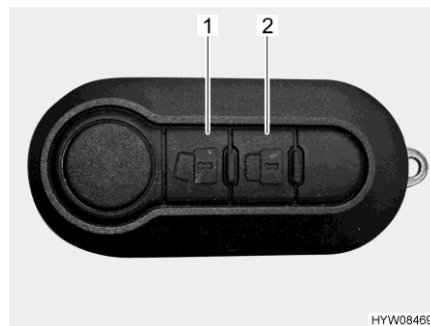

Bild 32 Fernbedienung (Zentralverriegelung)
- Taste  (Bild 32,1) einmal kurz drücken. Die Türschlösser sind entriegelt. Der Sicherungsknopf springt automatisch heraus.
- Taste  (Bild 32,2) einmal kurz drücken. Die Türschlösser sind verriegelt. Wenn alle Schlösser verriegelt wurden, erfolgt eine Rückmeldung über die Fahrtrichtungsanzeiger des Fahrzeugs.